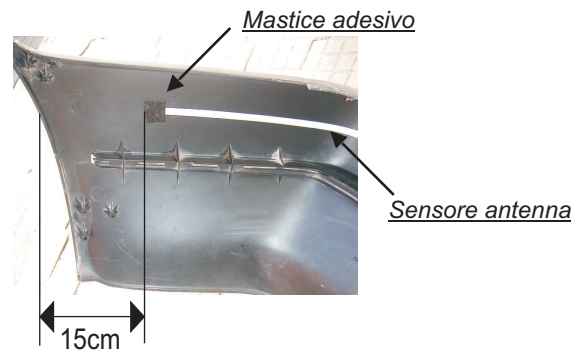

Fig. 4
Tagliare via la parte del sensore antenna non utilizzata e bloccarne bene le due estremità con lo speciale mastice adesivo in dotazione (fig.4). Applicare uno strato di antirombo a spruzzo o pennello su tutta la lunghezza del sensore antenna (consigliato). Non utilizzare silicone.
1) **E' importante iniziare e finire l'applicazione del nastro a circa 15 cm da entrambe le estremità del paraurti (fig.4).**